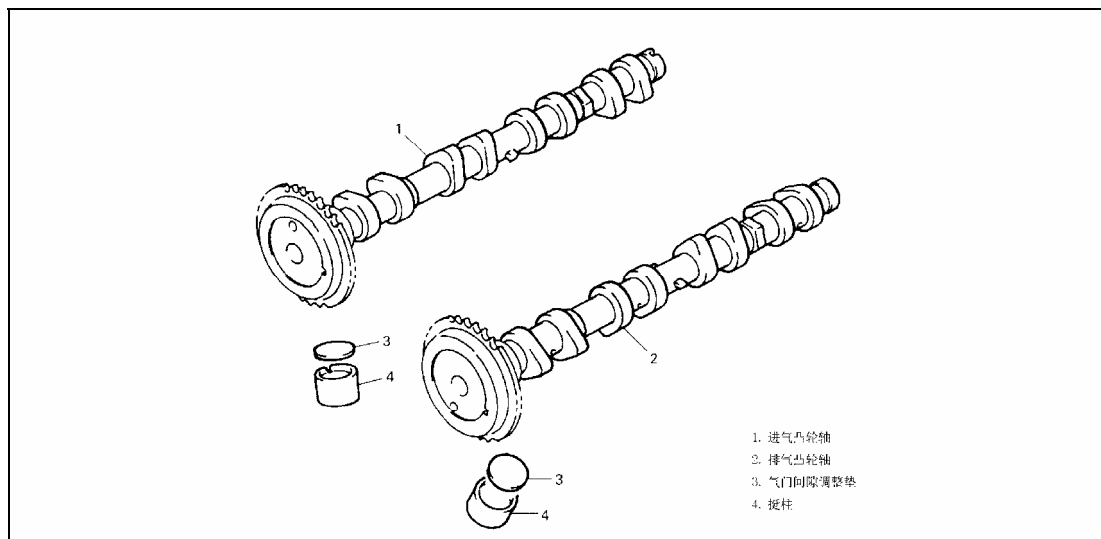

Рис. 4-45.
**\* Распределительный вал, шток и прокладка регулировки клапанного зазора (Рис. 4-45).**